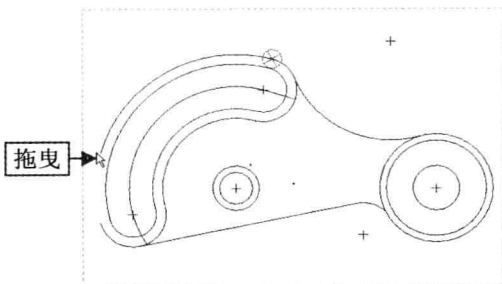

图 2-64 拖曳鼠标
Step 03 在绘图区的合适端点上,单击鼠标左键,确认圆弧的第一点,并向左下方拖曳鼠标,如图2-64所示。